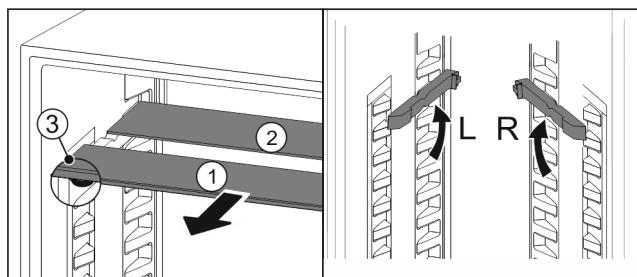

Fig. 25
- Издърпайте Fig. 25 (1) поотделно стъклените площи напред.
- Стъклената плоча Fig. 25 (1) с декоративната лайстна е отпред.
- Ограничителите Fig. 25 (3) сочат надолу.